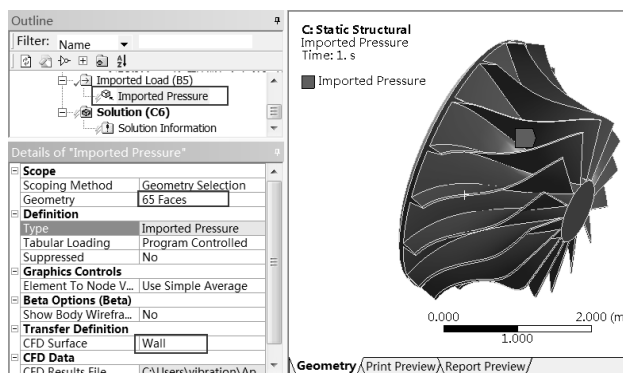

图 17-85 选择面
Step9 : 在如图 17-85 所示的 Details of “Imported Pressure” 面板中做如下设置。